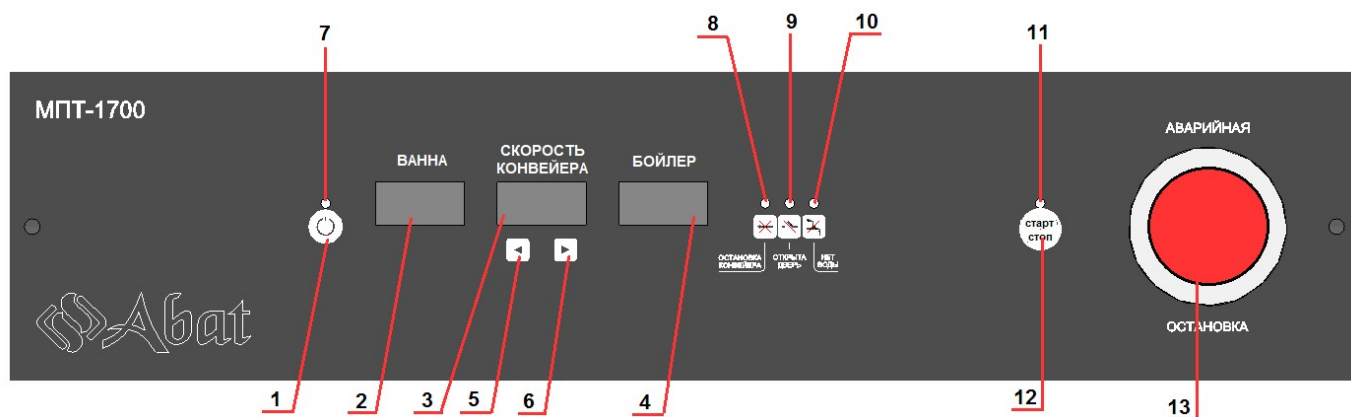
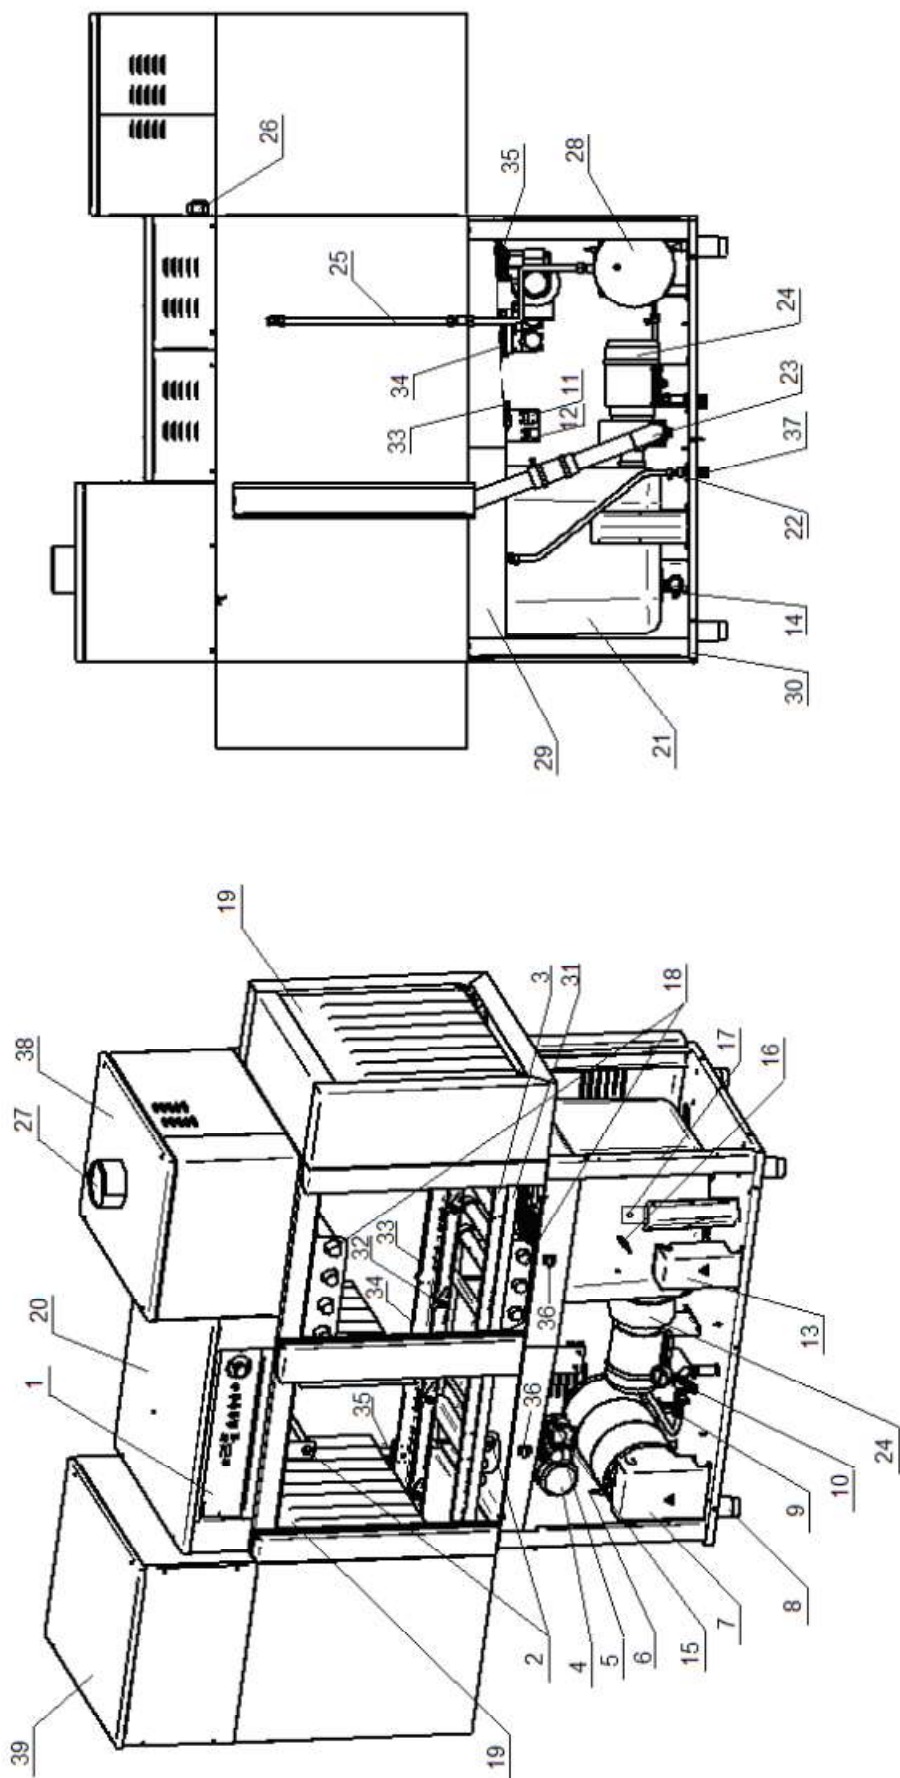

Рис. 2.1 Панель управления машин МПТ-1700, 1700л, 1700-01, 1700-01л
Рис. 3.5 Устройство посудомоечной машины МПТ-2000 (правая)
На крыше машины установлены панель управления (рис. 2.1, 2.2 и рис. 3.1-3.6, поз. 1), теплообменник (только в МПТ-1700-01, 1700-01л, 2000, 2000л) (рис. 3.3-3.6, поз. 38) и модуль сушки (только в МПТ-2000, 2000л) (рис. 3.5, 3.6, поз. 39).
- семисегментный индикатор «Ванна» (рис. 2.1, 2.2, поз. 2) (далее по тексту – индикатор «Ванна»). Во время работы отображается текущая температура «Ванна»;
- семисегментный индикатор «Скорость конвейера» (рис. 2.1, 2.2, поз. 3) (далее по тексту – индикатор «Скорость конвейера»). Во время работы отображается выбранная скорость конвейера;
- семисегментный индикатор «Бойлер» (рис. 2.1, 2.2, поз. 4) (далее по тексту – индикатор «Бойлер»). Во время работы отображается текущая температура «Бойлера».
- единичный светодиод кнопки «Сеть» (рис. 2.1, 2.2, поз. 7). Светодиод загорается при подаче напряжения на машину. После выхода машины из «дежурного» режима светодиод гаснет.
- единичный светодиод «Остановка конвейера» (рис. 2.1, 2.2, поз. 8). Светодиод загорается при достижении кассеты датчика остановки конвейера (рис. 3.1-3.6, поз. 35);
- единичный светодиод «Открыта дверь» (рис. 2.1, 2.2, поз. 9). Светодиод загорается при открывании двери;
- единичный светодиод «Нет воды» (рис. 2.1, 2.2, поз. 10). Светодиод загорается при отсутствии воды в бойлере и/или ванне;
- единичный светодиод «Старт/Стоп» (рис. 2.1, 2.2, поз. 11). Светодиод загорается при запуске машины в работу;
- единичный светодиод «Сушка» (рис. 2.1, 2.2, поз. 14). Светодиод загорается при включении вентилятора и ТЭНов сушки;
- кнопка «Вкл/Откл» (рис. 2.1, 2.2, поз. 1) – для включения и выключения машины в работу;
- кнопка «Меньше» (рис. 2.1, 2.2, поз. 5) и кнопка «Больше» (рис. 2.1, 2.2, поз. 6). При нажатии и отпускании кнопки значение скорости конвейера изменяется на единицу;
- кнопка «Старт/Стоп» (рис. 2.1, 2.2, поз. 12) – для запуска машины в работу;
- кнопка «Аварийная остановка» (рис. 2.1, 2.2, поз. 13) – для экстренного останова машины;
- кнопка «Сушка» (рис. 2.1, 2.2, поз. 15) служит для включения вентилятора и ТЭНов сушки.
Одновременно с началом заполнения ванны и бойлера водой на панели управления машины включается светодиод «Нет воды» (рис. 2.1, 2.2, поз. 10).